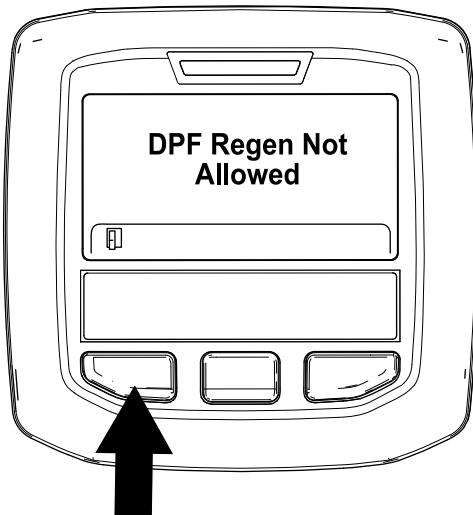

Bild 52
- Wenn der Motorcomputer die Regenerierung nicht zulässt, wird die Meldung „DPF Regen. Not Allowed“ im InfoCenter angezeigt (Bild 52). Drücken Sie die linke Taste, um den Homebildschirm anzuzeigen.